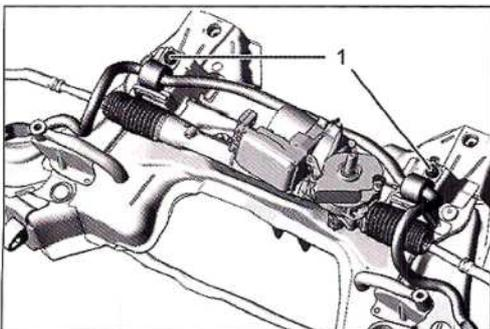

FIG. 16
• Desmontar los tornillos (1) y el conjunto barra estabilizadora y apoyos (Fig.16).